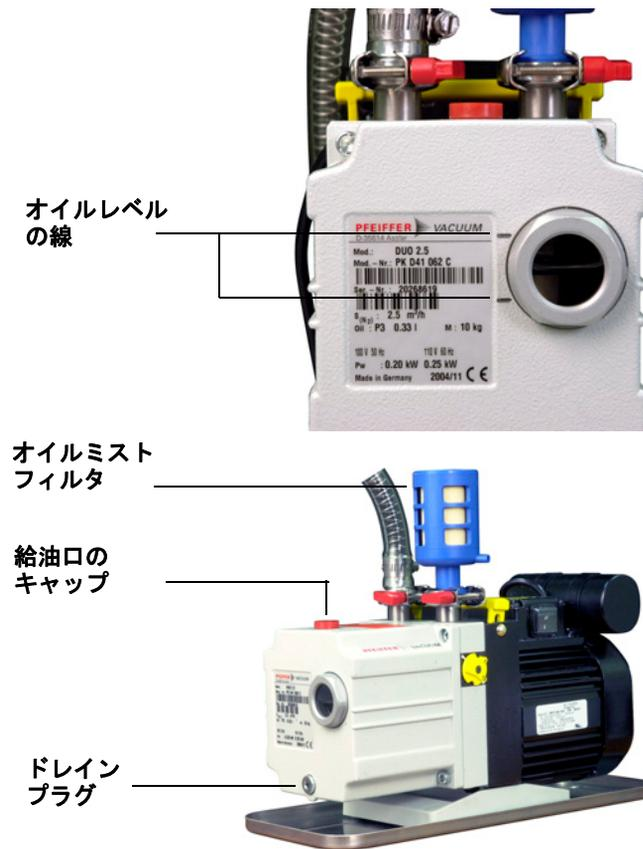

図 28 フォアラインポンプ
- 1 オイルレベル窓を確認します (図 28)。
- 3 本などの固体をポンプモータの下に置き、少しだけ傾けます。給油口のキャップを外します。図 28 を参照してください。
- 1 フォアラインポンプのオイルを抜きます (図 28)。180 ページを参照。